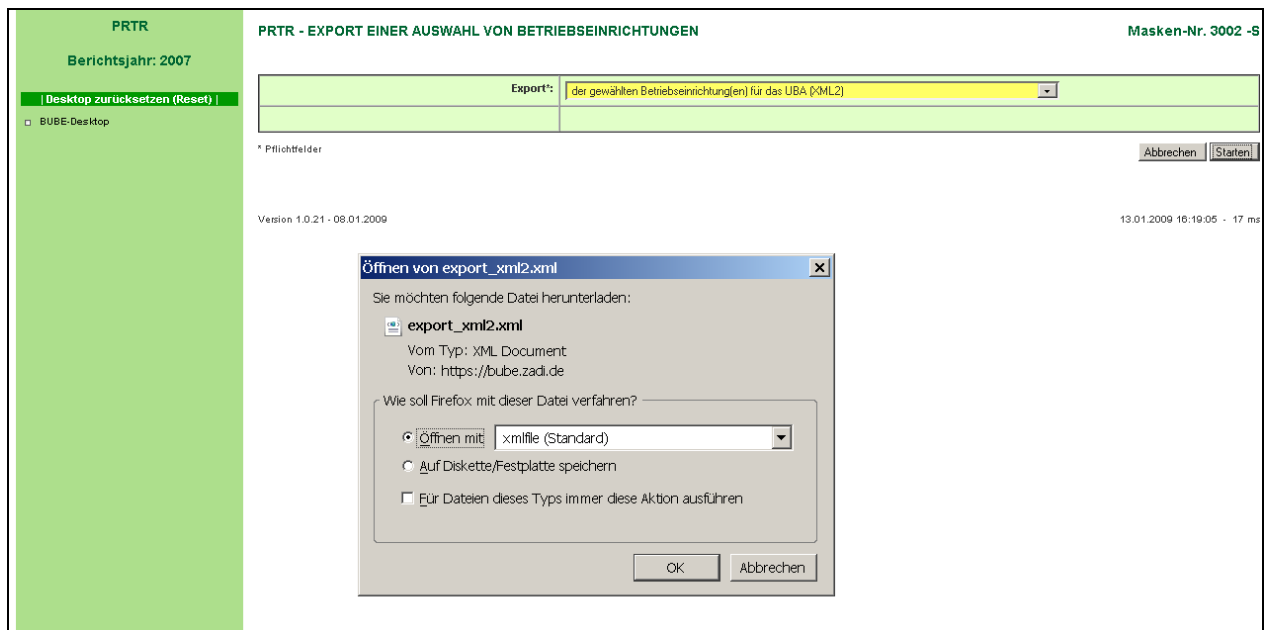

Abbildung 6: Formularmaske PRTR – Export einer Auswahl von Betriebseinrichtungen (Masken –Nr. 3002 –S) – Meldung
- Nach Auswahl des XML2- Files erscheint die Meldung zum Export der XML2 (Abbildung 6).